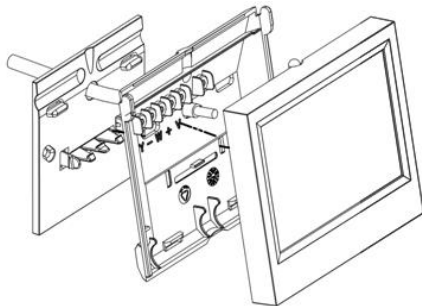

Fig. 29
Los termostatos cableados de Airzone están disponibles para montaje en superficie (S) (Fig. 29) o montaje empotrado en pared (E) (Fig. 31). Recuerde que la distancia máxima recomendable para este elemento es de 40 metros. Para fijar un termostato de superficie en la pared siga estos pasos: